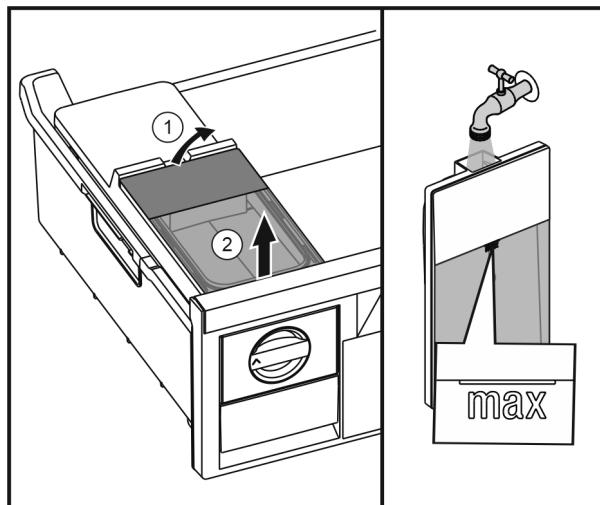

Fig. 28
- Підняти бак для води ззаду Fig. 28 (1) та вийняти вгору Fig. 28 (2).